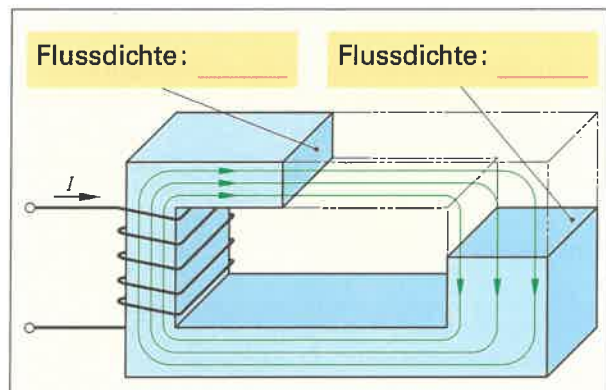

Bild 3: Magnetischer Kreis
9. Vergleichen Sie im **Bild 3** die magnetische Flussdichte in den beiden Querschnittsflächen.